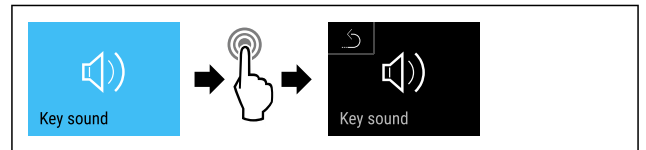

Fig. 113
- ▶ Seguir los pasos de procedimiento (consulte Fig. 113) .